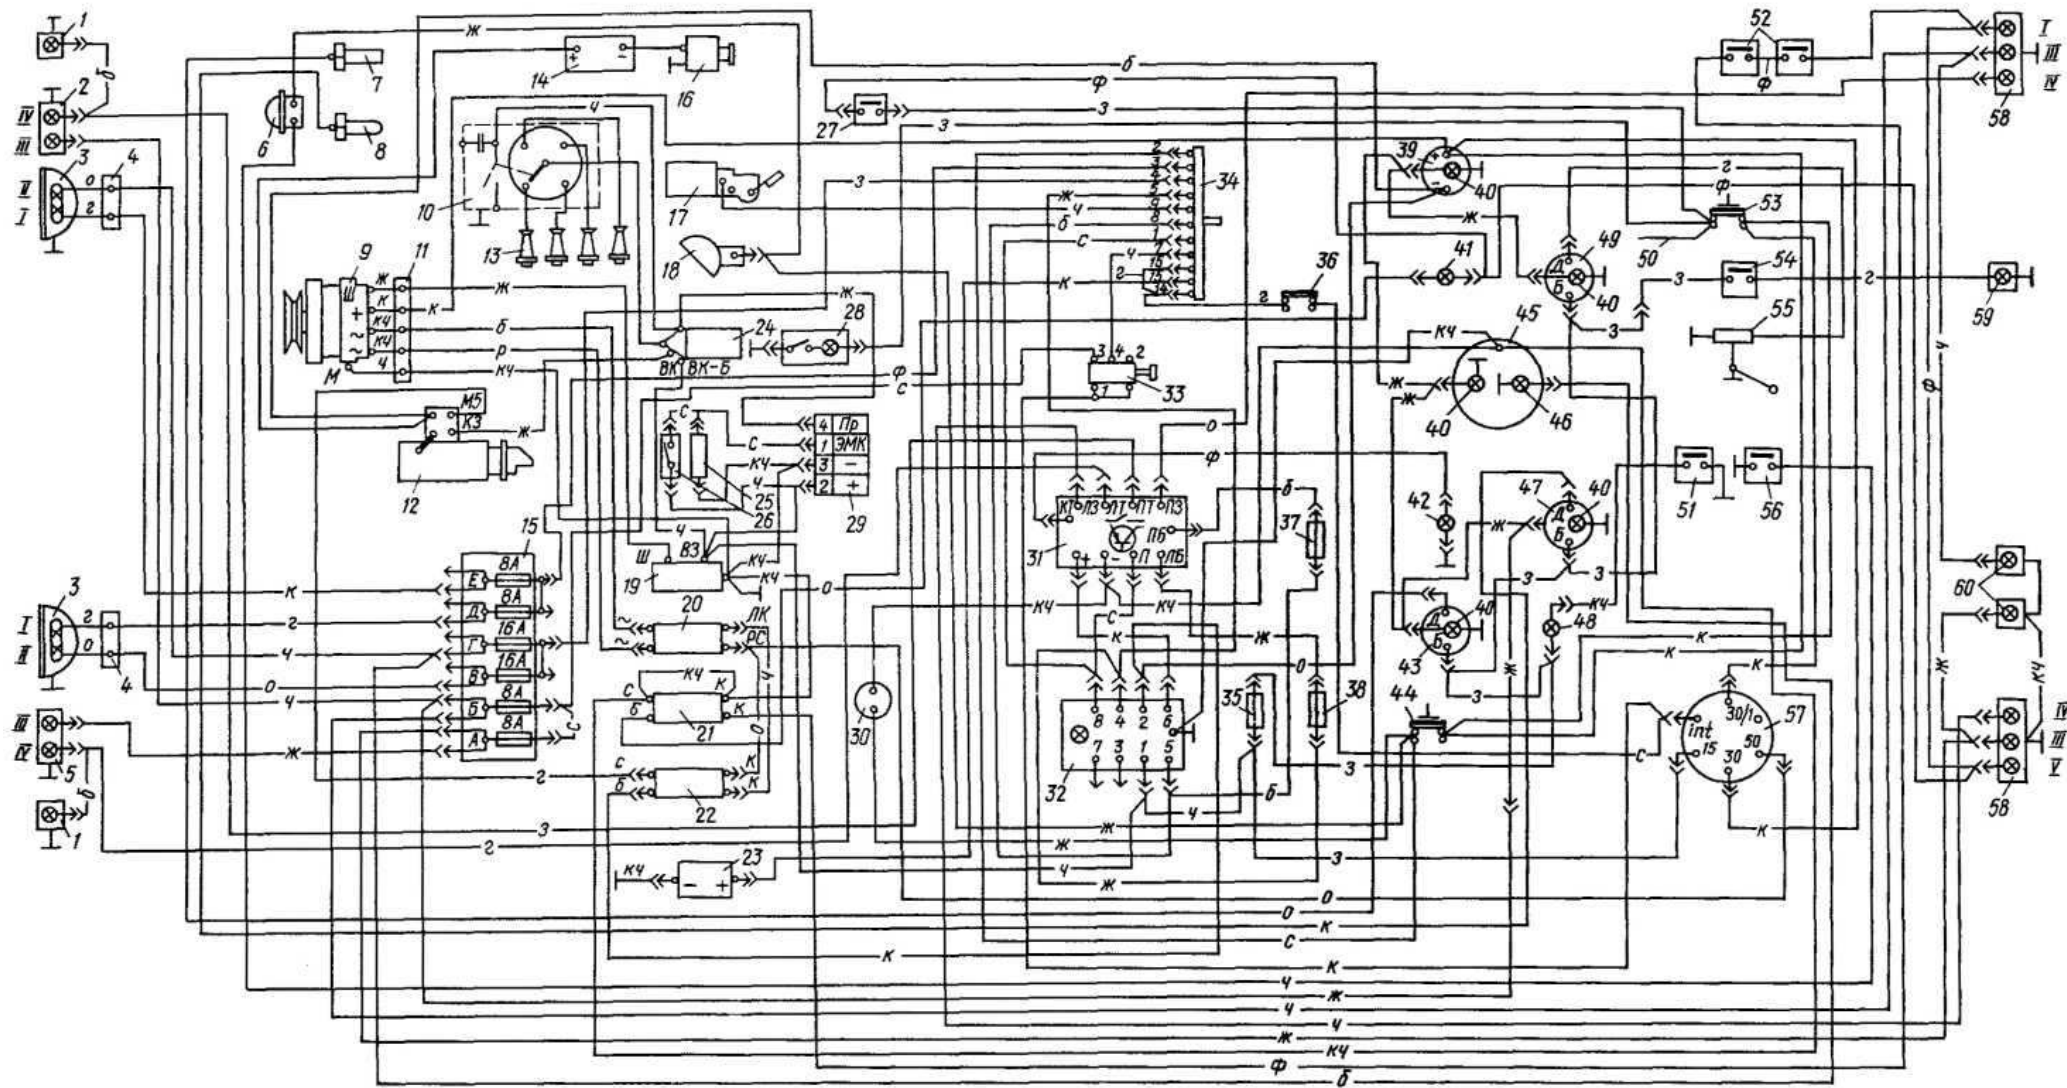
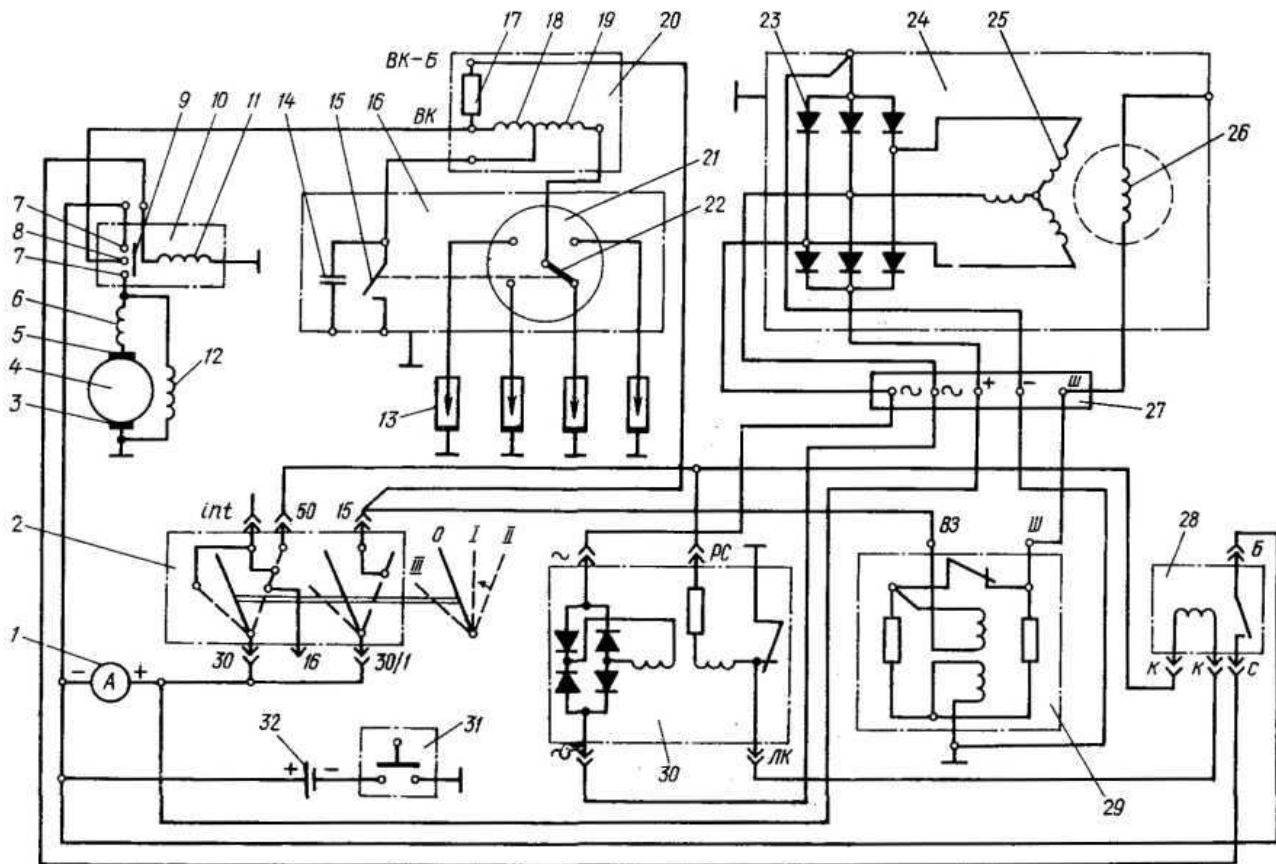
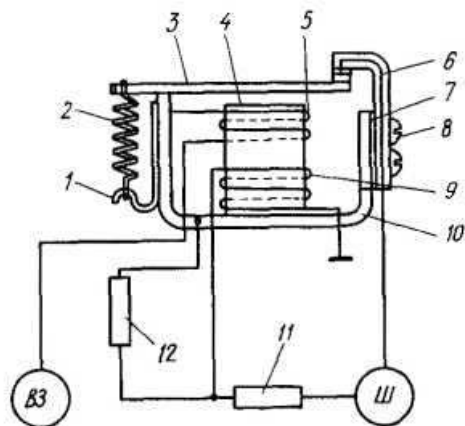

Рис. 202. Схема электрооборудования:
Рис. 203. Схема электрическая принципиальная систем зажигания и пуска двигателя и источников электроснабжения автомобиля:
Рис. 206. Схема регулятора напряжения РР310-Б:
Электрооборудование автомобиля (рис. 202) — напряжением 12 В постоянного тока, с присоединением на массу (кузов автомобиля) потенциала «минус». Источниками электропитания являются включённые параллельно аккумуляторная батарея и генератор (рис.203).
- проверьте исправность цепи возбуждения генератора — отсоедините провод от клеммы III (рис. 206) регулятора 29 (рис. 203) и кратковременно (при неработающем двигателе и включённом зажигании) прикоснитесь этим проводом к клемме III (рис. 206) регулятора: если при этом появляется небольшая искра, то цепь возбуждения исправна, а также выравнивающая обмотка 5 (рис. 206) регулятора цела, и его контакты исправны. При отсутствии искры убедитесь в наличии напряжения на клемме ВЗ регулятора (например, по загоранию включённой между клеммой ВЗ и массой контрольной лампы) и затем прикоснитесь тем же отсоединённым проводом к клемме ВЗ: наличие искры в этом случае будет означать целостность цепи возбуждения генератора и неисправность регулятора, а её отсутствие — обрыв цепи возбуждения (зависание щёток в щёткодержателях, или отпайка от колец концов обмотки ротора, или обрыв в обмотке ротора). Большая (стреляющая) искра будет означать замыкание цепи возбуждения на массу;
Регулятор напряжения типа РР310-Б (рис. 206) электромагнитный, вибрационный, включён в цепь питания обмотки возбуждения генератора Г502-А (соединение клемм Ш регулятора 29 (рис. 203) и генератора 24). Регулятор предназначен для автоматической регулировки напряжения в обмотке возбуждения генератора и, следовательно, для поддержания на выходе выпрямителя генератора величины напряжения в заданных пределах независимо от частоты вращения коленчатого вала двигателя. К клемме ВЗ (рис. 206) регулятора подсоединён провод от замка зажигания, а к клемме Ш — провод от обмотки возбуждения генератора.
Снимите с регулятора крышку и проверьте зазор между якорем 3 (рис. 206) и сердечником 4 — зазор должен быть 1,2...1,4 мм. При несоответствии зазора установите его перемещением стойки 6 с неподвижным контактом, отпустив винты 8. Затем винты затяните до отказа.
ния пружины 2 (рис. 206); при большом напряжении, подгибая хвостовик угольника 1, усилие натяжения пружины уменьшать, а при малом — увеличивать.